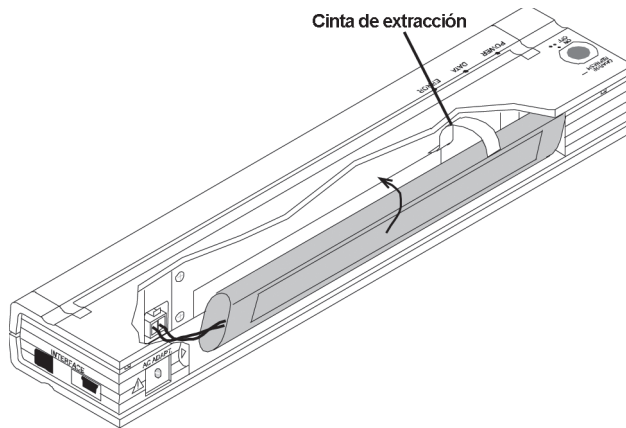

Figura 12. Inserción de la batería en el interior del compartimiento de la batería
4. Agarre la cinta de extracción de la batería que está unida al interior del compartimiento de la batería. Consulte la figura 12.